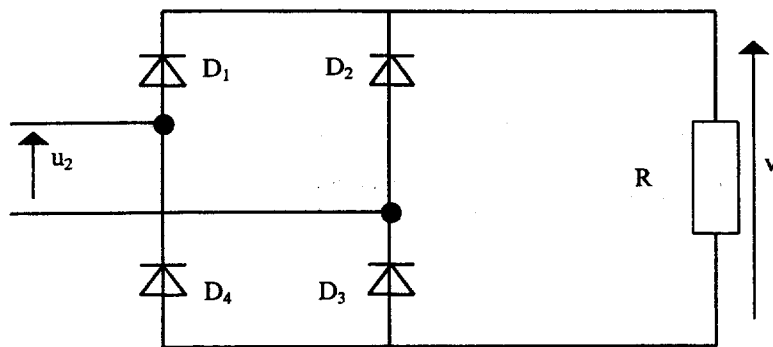

Figure 7
I.2) Placer sur le schéma de montage, représenté figure 7 du document réponse n°1, page 8/9, les branchements de l'oscilloscope permettant de visualiser la tension $v(t)$ disponible à la sortie du pont redresseur.